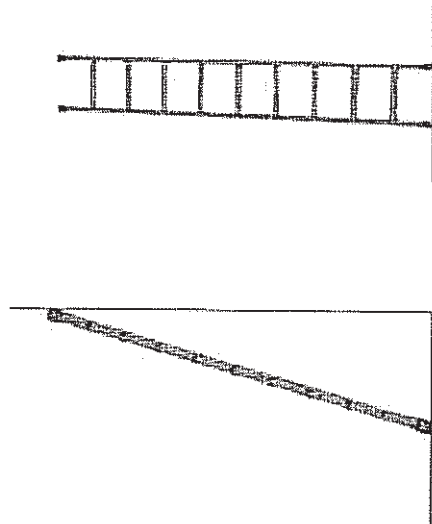

Fig. 12 - Scala semplice in appoggio ad un solo tronco
- **Scala semplice in appoggio ad un solo tronco:** scala ad altezza fissa costituita da un solo tronco che, quando è pronta per l'uso, appoggia la parte inferiore sul terreno e la parte superiore su una superficie verticale, non avendo un proprio sostegno (fig. 12).